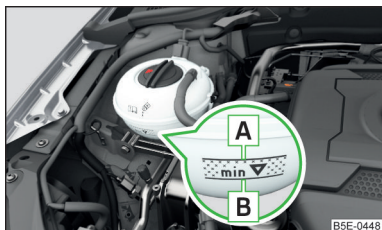

Fig. 207
La denominación del líquido refrigerante se encuentra en el depósito de compensación del líquido refrigerante » **fig. 207 de la pág. 208.**
- No rellene el depósito de líquido refrigerante por encima de la marca **A** » **fig. 207 de la pág. 208.**
Depósito de compensación del líquido refrigerante » fig. 207
» Compruebe el nivel de líquido refrigerante en el depósito de compensación del mismo » fig. 207.
Cuando el motor está caliente, el resultado de verificación puede ser inexacto. El nivel también puede estar sobre la marca **A** » fig. 207.